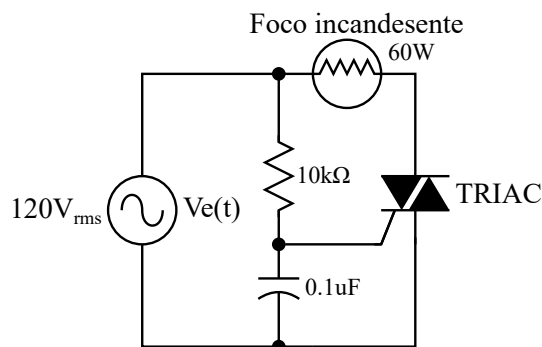
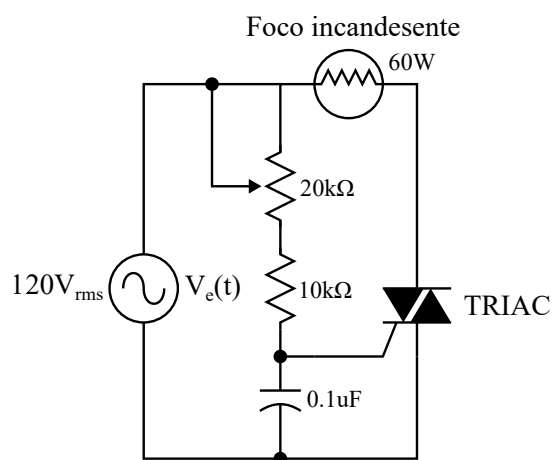

Fig. 8.1
Fig. 8.2
Existen en el mercado dispositivos de control de potencia unidireccionales (SCR) y bidireccionales (TRIAC), que permiten limitar la cantidad de corriente que circula a través de una carga, mediante la manipulación del ángulo de conducción de dichos dispositivos. Dicho ángulo de conducción se logra haciendo cumplir las condiciones de disparo I_{GT} y V_{GT} especificadas en el manual del fabricante. Tomando como ejemplo el circuito de la Fig. 8.1, y las especificaciones de disparo para el TRIAC “BTA08400B” del fabricante “SGS THOMSON” (ST), quien especifica un voltaje y corriente de disparo V_{GT} de 1.5 V e I_{GT} de 50 mA, con lo que se entiende que para cada voltaje instantáneo en que se requiera que se active el TRIAC, se deberán calcular los valores de R y C para que se cumplan dichas condiciones; lo cual resultaría inoperante si se requiere tener un amplio rango de variación de disparos. Esto se resuelve adicionando un potenciómetro quien nos ayudara a cumplir diferentes condiciones de disparo (I_{GT} , V_{GT}) sin modificar el circuito; véase Fig. 8.2.